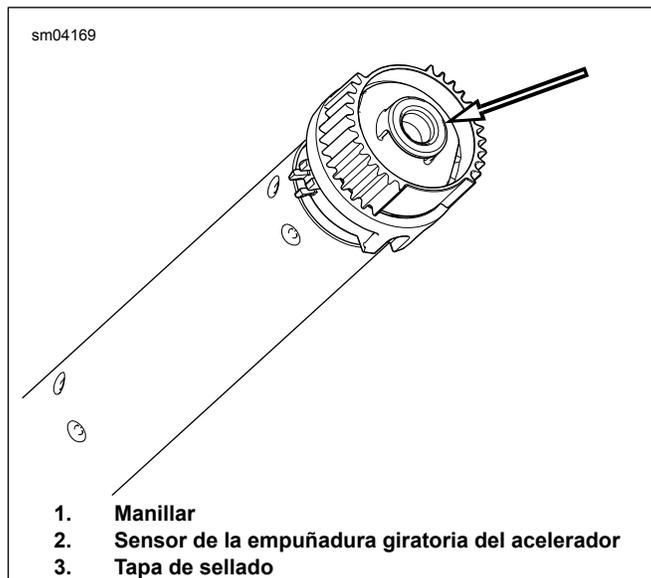

Figura 4. Extracción de la tapa de sellado
- Ver Figura 4 . Inserte un destornillador pequeño u otra herramienta con hoja plana dentro del área plana en un lado de la tapa de sellado.